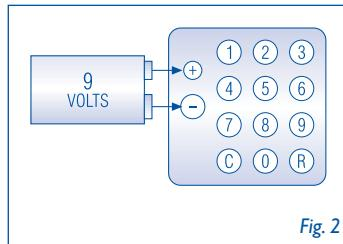

Fig. 2
1. Poser la pile de 9 Volts 6LR61 (voir Fig. 2) en respectant la polarité.